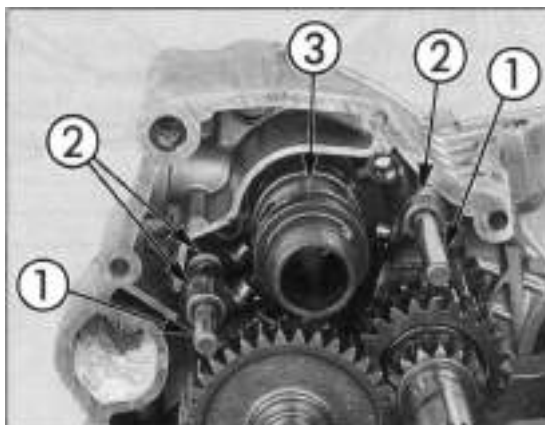

Bild 199
- Schaltgabelachsen herausziehen, Schaltgabeln von Schaltwalze wegschwenken und Walze entnehmen (Bild 199).
- Schaltwalze in linke Motorgehäusehälfte einsetzen (Bild 199).